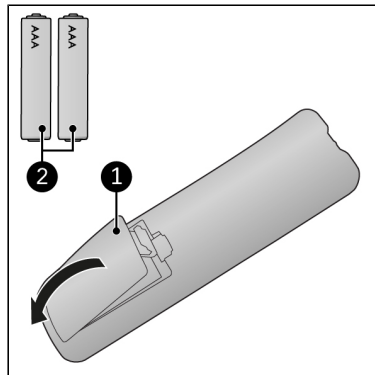

Abbildung 16.
1. Entfernen Sie die Abdeckung (Abbildung 16, Pos. 1).
3. Legen Sie zwei Batterien (AAA 1,5 V) (Abbildung 16, Pos. 2) wie angegeben im Batteriefach ein. Stellen Sie sicher, dass die Batterien richtig eingelegt sind.